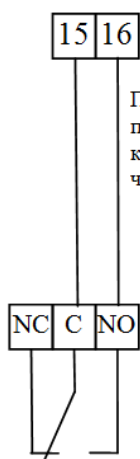

Рис. 8.1
- Датчик-реле перепада давления на фильтре (нормально разомкнутый контакт) подключить к клеммам 15 и 16 клеммника X1 (рис. 8.1). Датчик-реле отрегулировать так, чтобы при перепаде давления на фильтре, соответствующем чистому фильтру, его контакты были разомкнуты, а при загрязнении фильтра — замкнуты. При наличии нескольких датчиков-реле перепада давления, например, при наличии фильтров как на притоке, так и на вытяжке, подключить их к клеммам 15 и 16 клеммника X1, соединив соответствующие клеммы датчиков-реле параллельно (рис. 8.2). Замыкание клемм 15—16 должно происходить при срабатывании любого из датчиков.